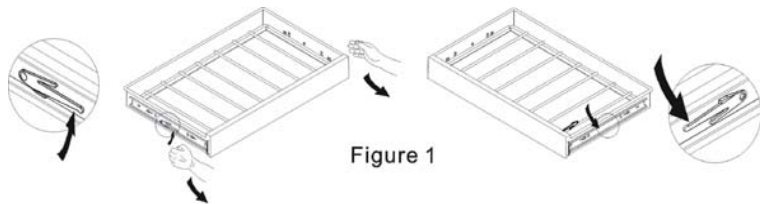

Figure 1
2. Sortez les étagères tout en appuyant sur les languettes de chaque côté des étagères. (Voir figure 1)